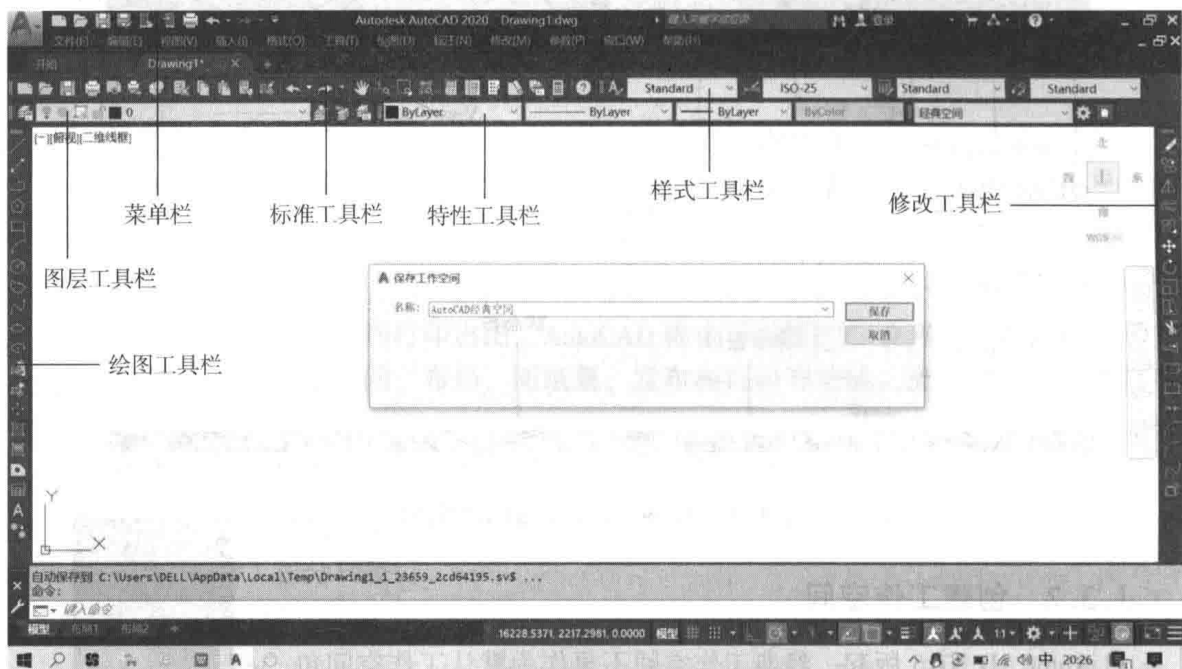

图 1-4 创建 AutoCAD 经典空间
(4) 将光标放置在【命令面板】空白处右击，选择【关闭】。
(5) 单击将当前工作空间另存为 AutoCAD 经典空间，如图 1-4 所示。